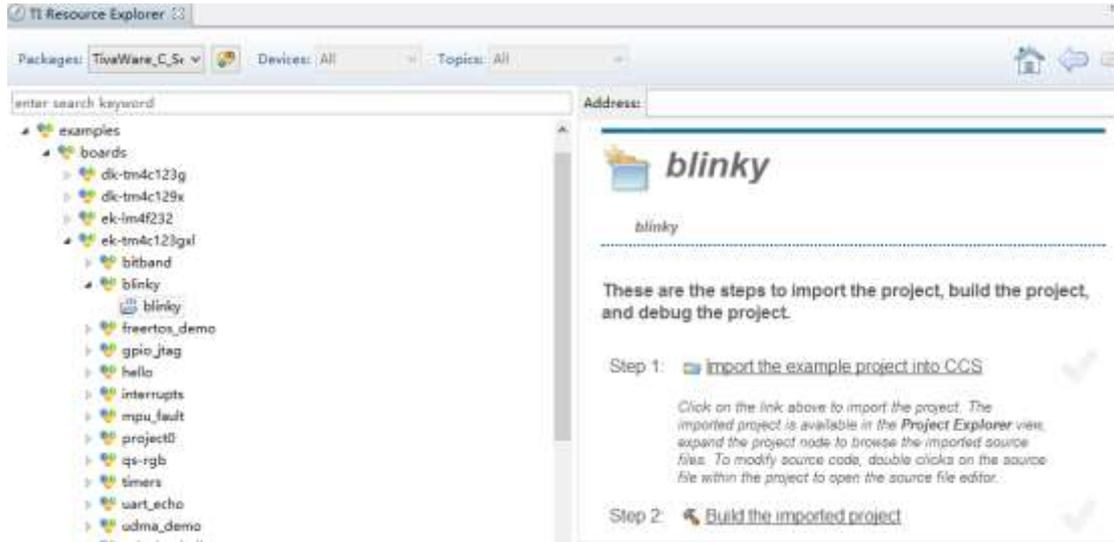

图 5.7 导入工程
3. 此时，可以看到 blinky 工程已出现在 explorer 右侧，如图 5.7;